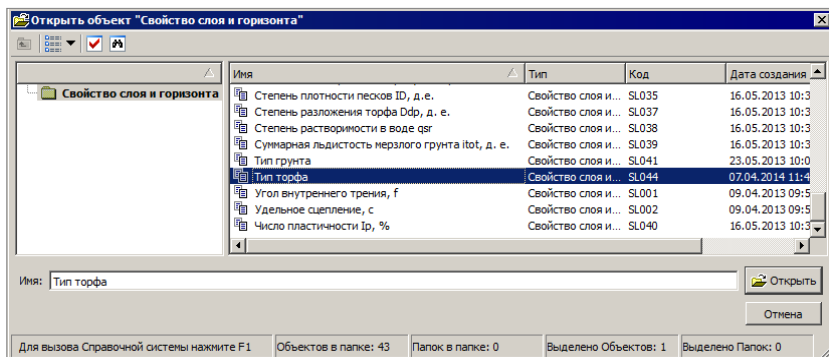

Рис. 7.5
- Кнопка в поле параметра **Выбор свойства для определения типа торфа** открывает диалог **Свойства слоя и горизонта**, где необходимо выбрать семантическое свойство **Тип грунта** (рис. 7.5). Это свойство является ключом для связи с геологическим строением проекта геологии (вода имеет значение 6, торф типа ШБ – 5, ША – 4, II – 3, IB – 2, IA – 1, минеральное дно – 0).